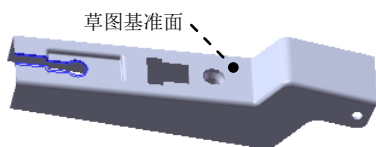

图 16.5.36 切除—拉伸 4
Step8. 创建图 16.5.36 所示的切除—拉伸 4。
(1) 选择命令。选择下拉菜单 **插入(I)**  **切除(C)**  **拉伸(E)...** 命令。
(2) 定义特征的横断面草图。
① 定义草图基准面。选取图 16.5.36 所示的表面作为草图基准面。